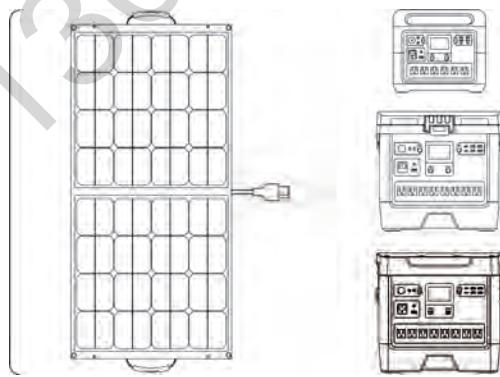

Рисунок 3. Схема приєднання виробу до пристрій-споживачів.
5.1.3 Приєднати виріб за допомогою роз'єму XT60 виробу до зарядної станції ТМ «VITALS» (рис. 3).